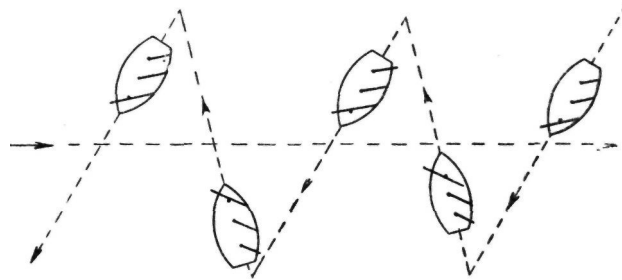

Рис. 72. Судно идет в лабировку.
**Лавировка.** Естественно, что парусное судно не может двигаться прямо против ветра. Если при движении к какому-то определенному пункту судно встречает противный ветер, то оно вынуждено для достижения цели двигаться по ломаной линии (курсами бейдевинд), изменяя на каждом отрезке этой линии свой галс. Эти отрезки пути иногда называют «галсами». Такое движение парусного судна и называется лавировкой (рис. 72).